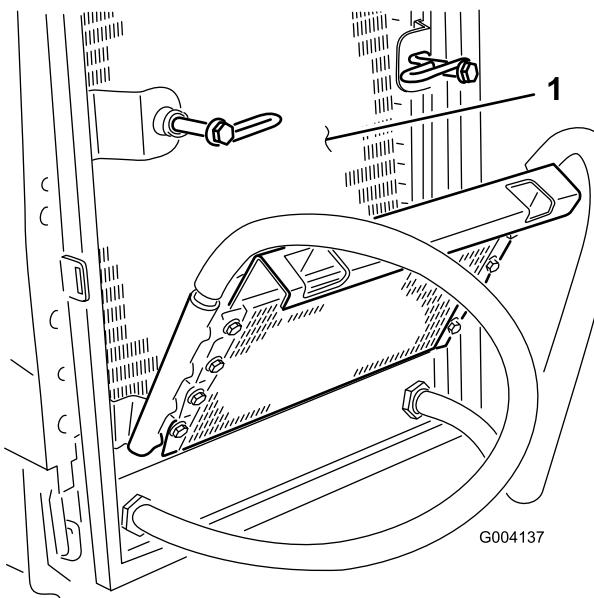

Figura 50
8. Despues de limpiar el radiador y los enfriadores de aceite, límpie cualquier residuo que puede haberse acumulado en otras partes de la máquina (Figura 50) con aire comprimido.